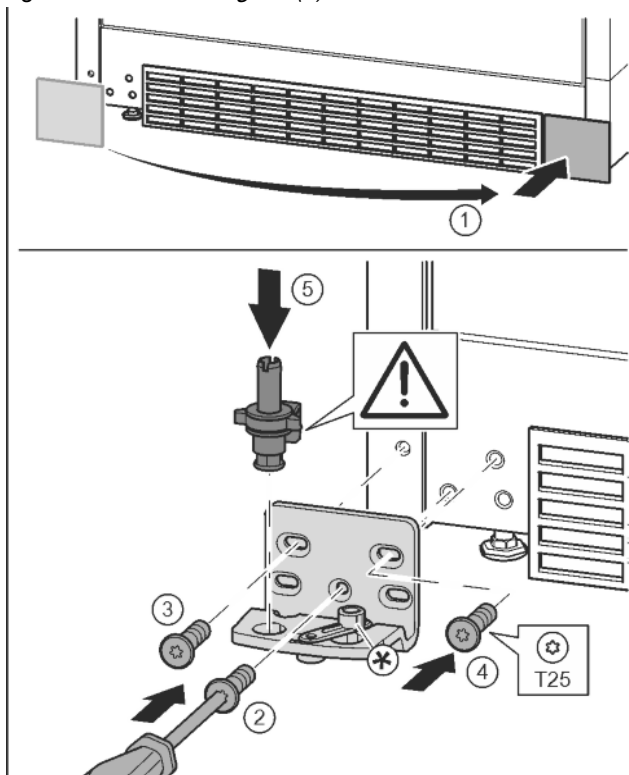

Fig. 17
- ▶ Afdekking eraf halen en op de andere kant aanbrengen. Fig. 17 (1)
- ▶ Lagerbus op de andere kant aanbrengen en met behulp van een schroevendraaier T25 vastschroeven. Met schroef 2 onder in het midden beginnen. Fig. 17 (2)
- ▶ Schroef 3 en 4 vastschroeven. Fig. 17 (3, 4)
- ▶ Lagerbout volledig aanbrengen. Let op dat de vergrendel nok naar achter wijst. Fig. 17 (5)